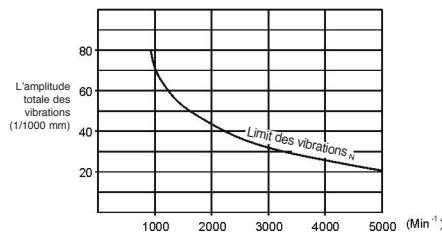

Fig. 4
(4) La Fig.4 indique les valeurs nominales des vibrations dans le cas d'installation et de fonctionnement avec les tuyaux correctement montés.